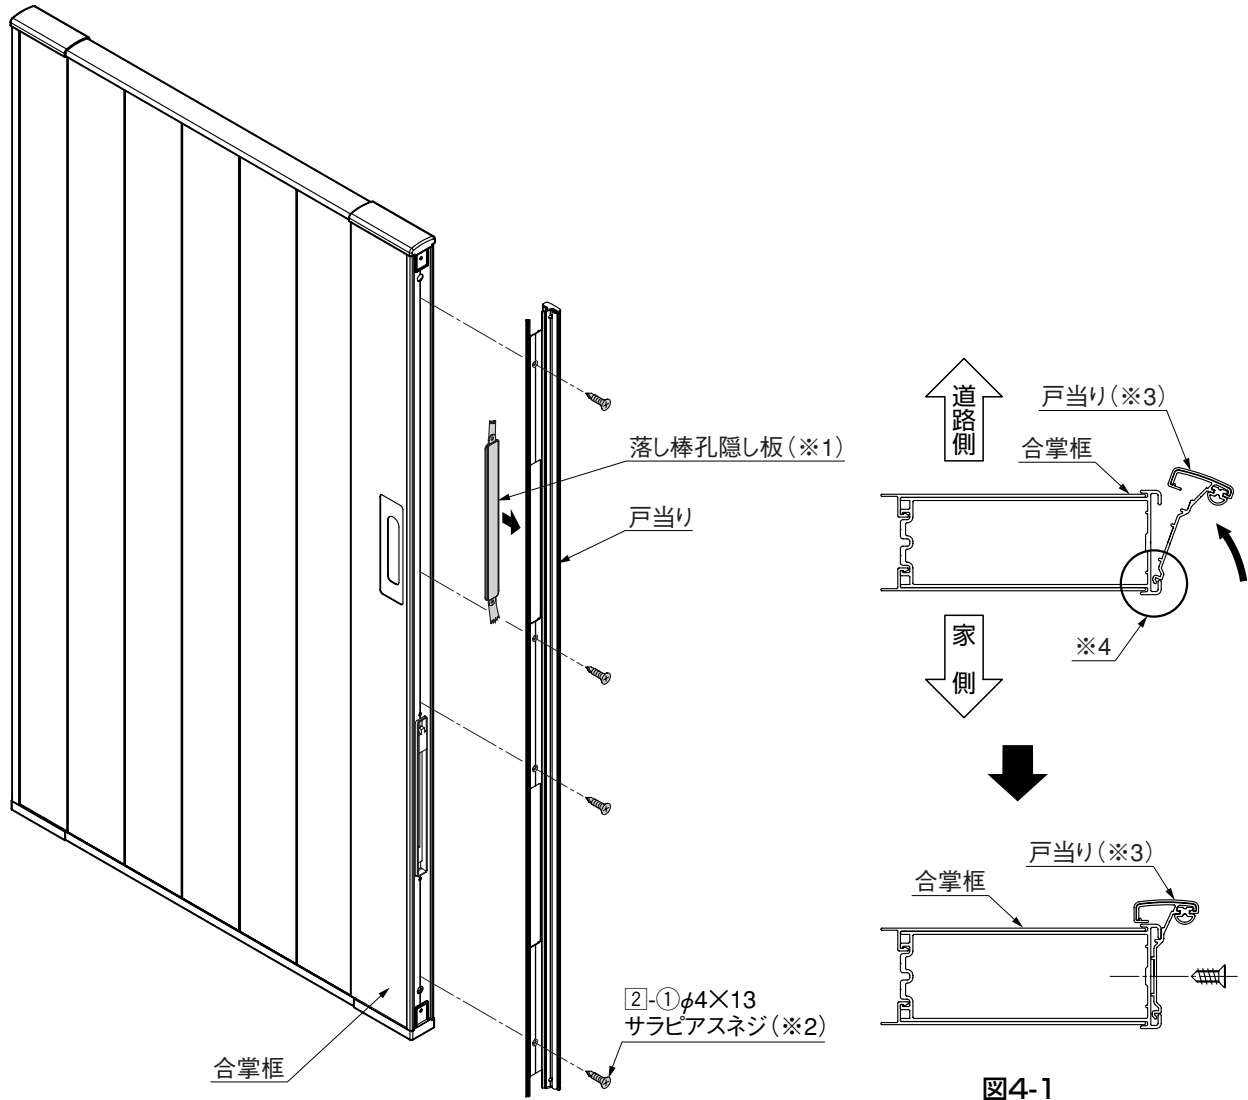

図4-1
- 2-①は、H12, H14, H16の場合4本、H10の場合3本で固定してください。(※2)
- 片開き・内開き仕様でアーム式シリンダー錠使用の際は、戸当りの道路側と家側の向きを逆にしてください。(※3) (図4-1参照)